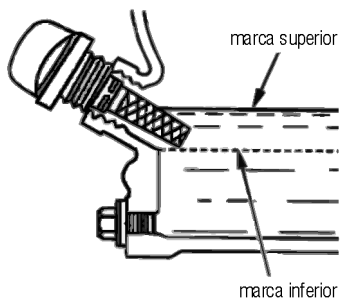

Fig. 3 – Nível de óleo
- 5 – Retire novamente a vareta e faça a leitura (fig. 3);